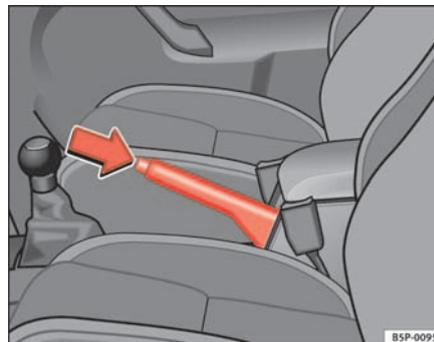

Fig. 139 Il freno a mano, ubicato tra i due sedili anteriori
- Tirare la leva del freno a mano verso l'alto ⇒ fig. 139.
- Tenendo premuto (nella direzione indicata dalla freccia ⇒ fig. 139) il tasto di sblocco, spostare prima la leva leggermente verso l'alto e poi abbassarla del tutto. ⇒ ⚠.